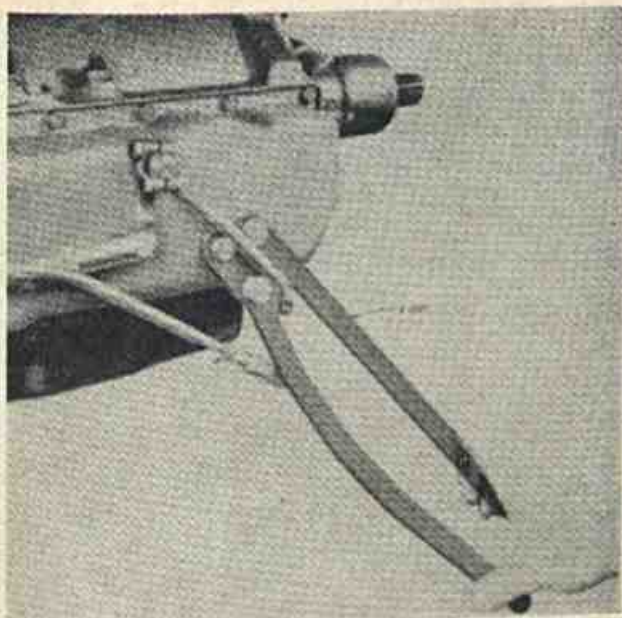

Fig. 84 — Dobrando a alavanca externa do estrangulador.
c) — Se o calibrador não passar livremente sobre o pino, deve-se dobrar a alavanca utilizando a ferramenta n. J-2807 (fig. 84).